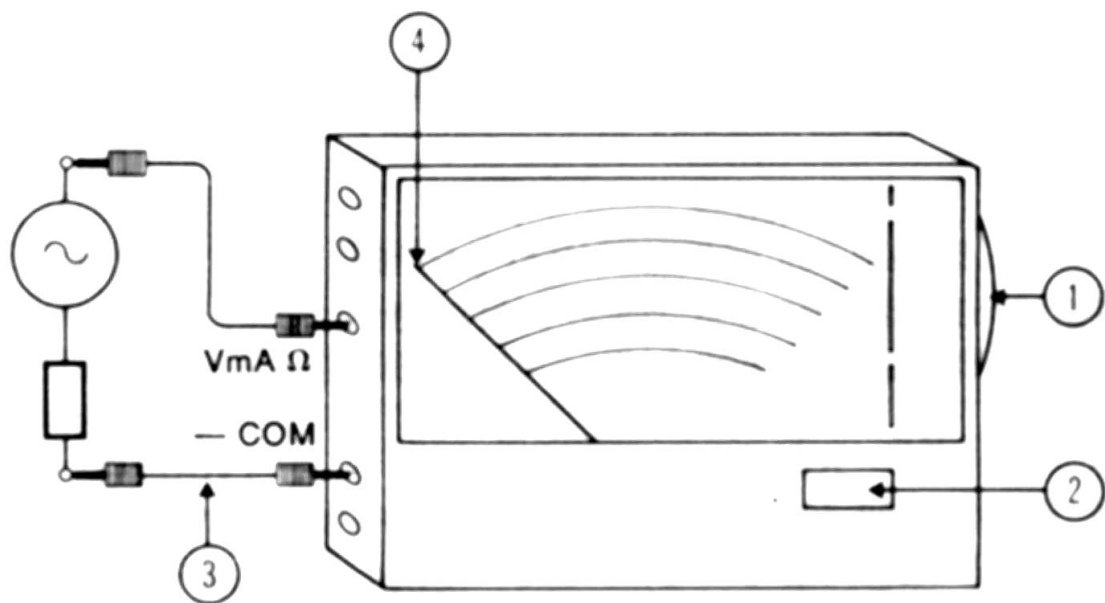

Fig. 11
- Agir sur le sélecteur latéral (1) pour afficher le calibre désiré dans la fenêtre (2).
- Brancher les cordons de mesure (3) comme indiqué figure 11, le sens du branchement étant indifférent (les douilles de mesures sont rappelées sur le cadran).
- Lire la valeur mesurée (4) selon les instructions du tableau ci-après :